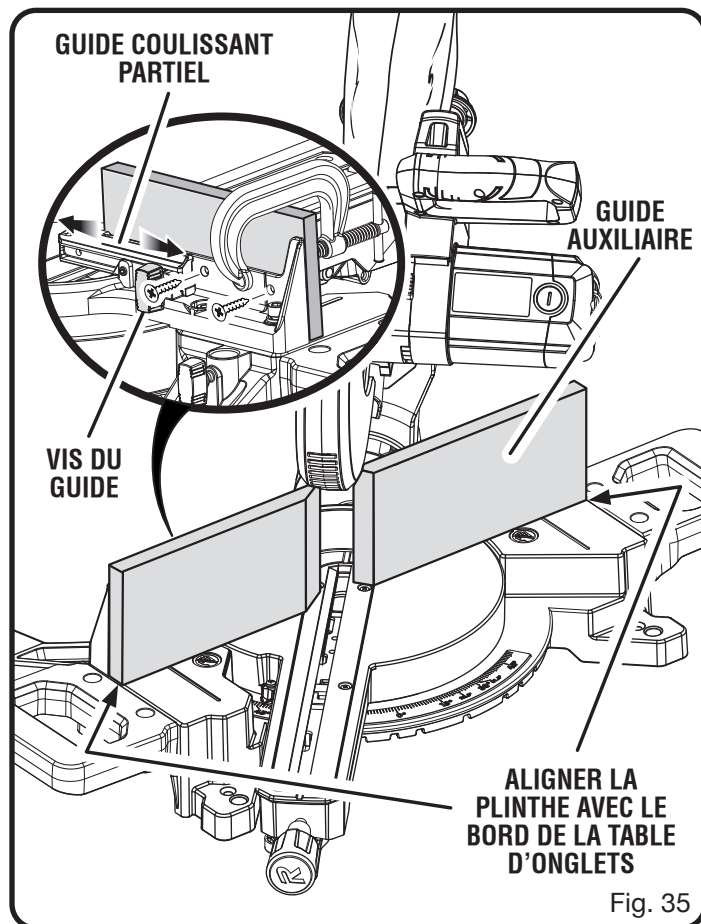

Fig. 35
Voir la figure 35.
- Assembler et fixer le guide auxiliaire comme montré à la figure 35.